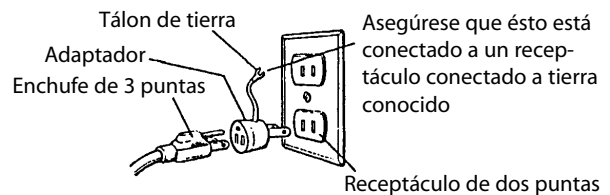

Figura 3 – Receptáculo de 2 puntas
- Se puede obtener un adaptador de conexión a tierra provisorio de 3 puntas a 2 puntas (Vea la Figura 3) para conectar los enchufes a un tomacorriente bipolar, si está conectado a tierra correctamente.